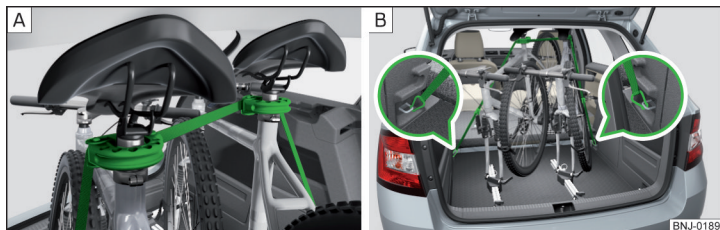

Fig. 114 Assicurare la stabilità delle biciclette con una cinghia
- In caso di trasporto di due biciclette, tendere la cinghia tra le selle, facendo in modo di avvicinare le due biciclette » fig. 114 - **A**.
- Attaccare i moschettoni a carabina posti alle estremità della cinghia negli occhielli di ancoraggio inferiori dietro i sedili posteriori » fig. 114 - **B**.